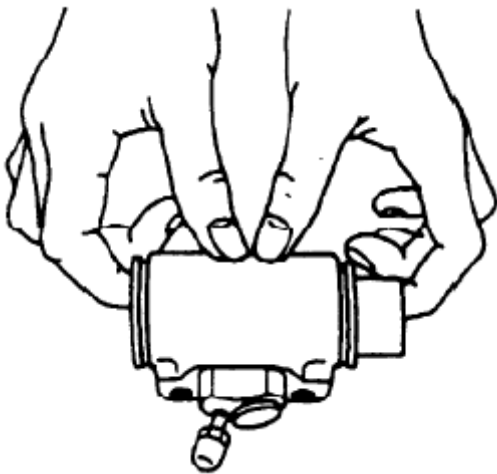

Рис. 2-16
(7) Нужно снять чехол и вытолкнуть поршень в сборе из рабочего цилиндра (См. Рис. 2-16).